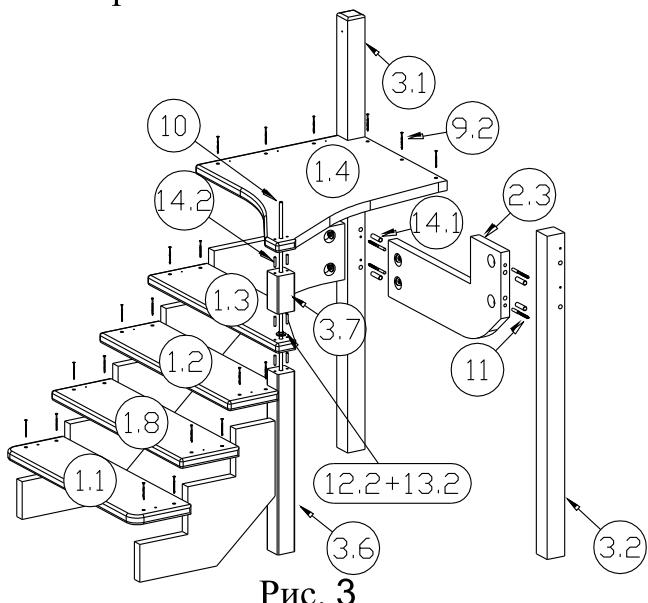

Рис. 3
- Далее на рис. 3 и 4 балясины не изображены, для удобства отображения.